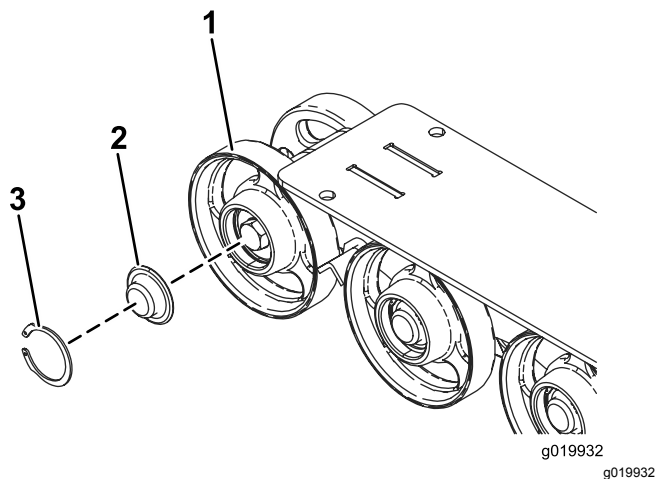

Figura 51
5. Rimuovete l'anello elastico e il tappo da una ruota non motrice (Figura 51).
6. Controllate il grasso sotto il tappo e attorno alla guarnizione (Figura 51). Se è sporco, sabbioso o consumato, eliminatelo completamente, sostituite la guarnizione e applicate grasso nuovo.
8. Collocate il tappo ingrassato della ruota non motrice sulla testa del bullone (Figura 51).
9. Fissare il tappo della ruota con l'anello elastico (Figura 51).